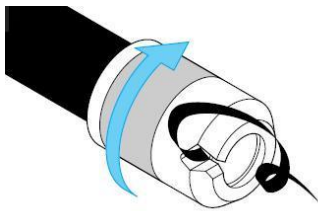

Bild 1
1. Rohr mit Ansrähgölse von Hawle Nr. 6000 oder mit gleichwertigem Produkt ansrähgen (siehe Bild 1)